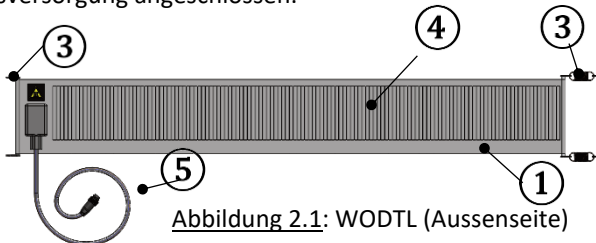

Abbildung 2.1: WODTL (Aussenseite)
7.3 Aufbau (siehe auch Abbildung 2.1 und 2.2)